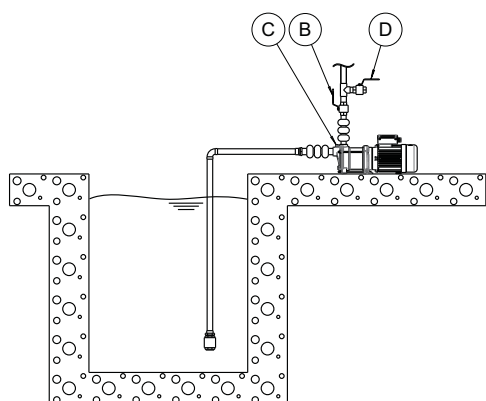

Figure 9: Exemple : installation d'une pompe à aspiration opération
- Ouvrez progressivement le robinet d'arrêt de refoulement (B) ;
- Ouvrez le robinet d'arrêt de refoulement (B) ;
- Retirez le bouchon de remplissage (C) ;
- Placer un entonnoir dans l'orifice (C) et de remplir complètement la pompe avec le liquide à pomper ;
- Aérez la pompe sur le côté de décharge par exemple via une soupape d'aération sur le côté de décharge (voir Figure 9 : Exemple : installation d'une pompe à aspiration opération) ;
- Fermez la décharge de la soupape (B) d'arrêt ;
- Fermez le bouchon de remplissage (C).